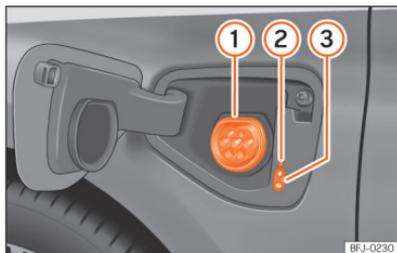

Fig. 55 Por trás da tampa de carregamento da bateria na parte dianteira esquerda: Tomada de carregamento.
»» Fig. 55
• Com o veículo destrancado, ao pressionar a tampa de carregamento da bateria esta abre-se »» Fig. 55.